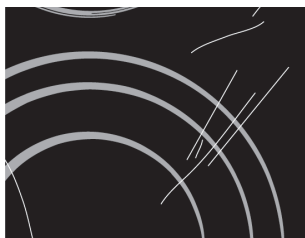

рис. 1
- **Каждый раз перед использованием** протирайте со стеклокерамической поверхности и дна посуды пыль и грязь, которые могут поцарапать поверхность (рис. 1).
Данное устройство должно быть встроено в столешницу, как это показано на рисунке (Рис. 1). Нанесите герметизатор (Рис. 4) по всему периметру (размер резки указан на Рис. 1). Зафиксируйте прибор на столешнице при помощи 4 кронштейнов, учитывая толщину столешницы (Рис. 2). Если нижняя часть прибора после установки доступна из нижней части шкафа, необходимо установить разделительную панель, соблюдая указанные расстояния (Рис. 3); данная процедура не нужна, если под варочной поверхностью будет установлена печь.